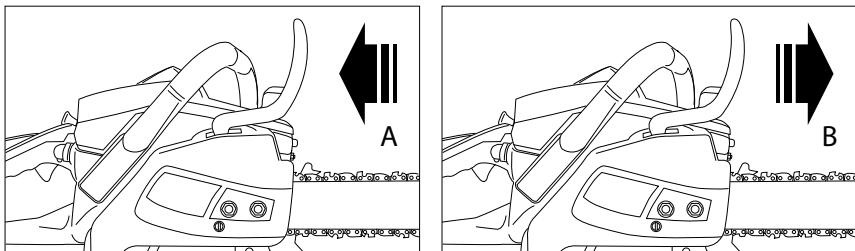

Рис. 12
1. Гальмо вимкнене (ланцюг може рухатися), коли щиток гальма відтягнути назад (A) (рис. 12).
2. Гальмо увімкнене (ланцюг не може рухатися), коли щиток гальма спрямований вперед (B). В цьому випадку ланцюг не повинен рухатися по шині (рис. 12).